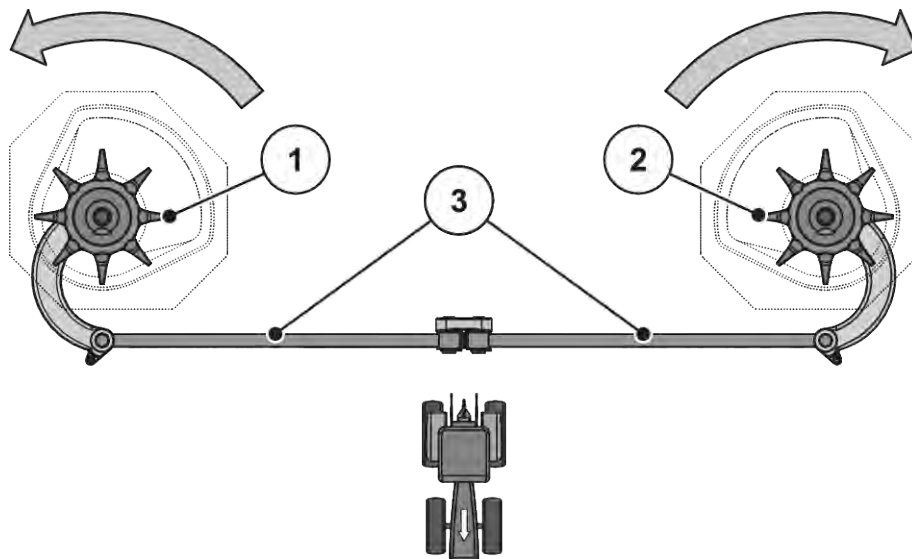

Рис. 93: Перевірка привода мішалки
► Прокрутіть змішувальну головку рукою **в напрямку руху розкидального диска**. Див.. Рис. 93 Перевірка привода мішалки.
► Із силою прокрутіть змішувальну головку рукою або за допомогою ремінного ключа для масляного фільтра **проти напрямку руху розкидального диска**. Див. Рис. 93 Перевірка привода мішалки